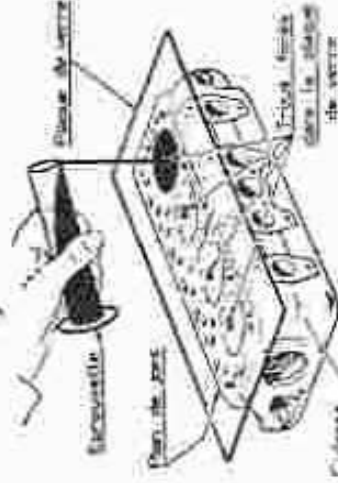

Fig. 1. — Contrôle du volume des chambres dans une culasse de 203 ou de 403.
- Verser l'huile dans une chambre jusqu'à remplissage complet, visible sous la plaque de verre (fig. 1).